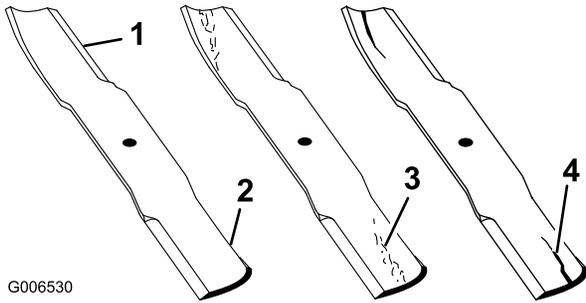

Figura 52
1. Inspeccione los filos de corte (Figura 52). Si los bordes no están afilados o tienen muescas, retire las cuchillas y afíelas. Consulte Afilado de las cuchillas.